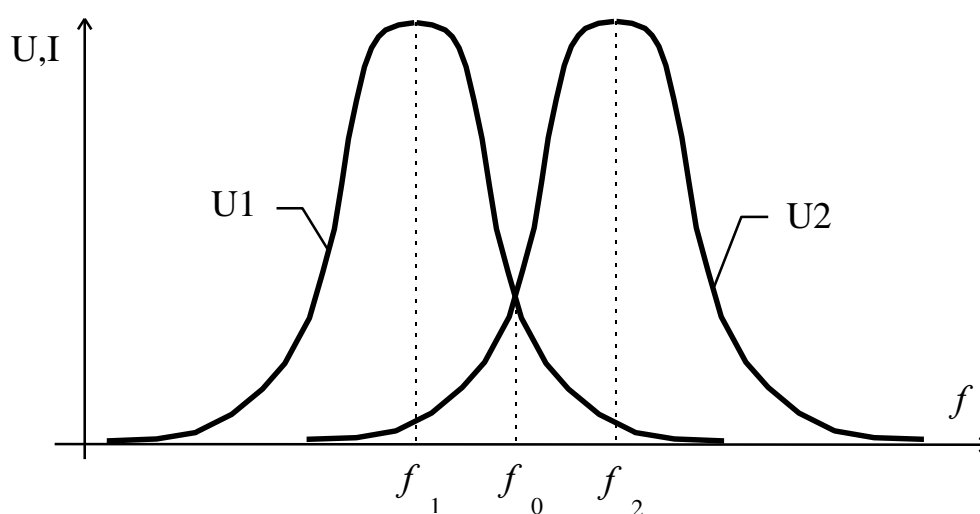

Рисунок 3.2 -Частотні характеристики контурів
При цьому опір будь-якого контуру сильно змінюється під впливом змін ΔC або ΔL сенсорів, одночасно змінюються напруги U_1, U_2 на контурах, рис. 3.2.
3. Виміряти частотні характеристики кожного з двох контурів за допомогою ІЧХ та перевірити їх взаємне накладення та перетин аналогічно рис. 3.2. Визначити середню частоту f_0 . Для цього перемикачем підключіть контури до входу ІЧХ. Тумблери $S1$ та $S2$ розімкнені.